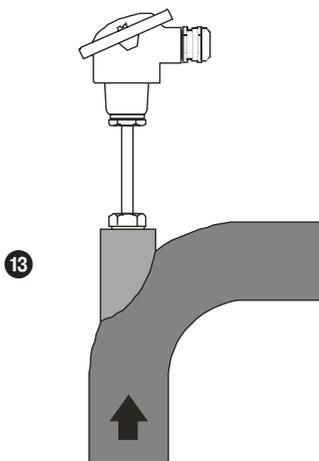
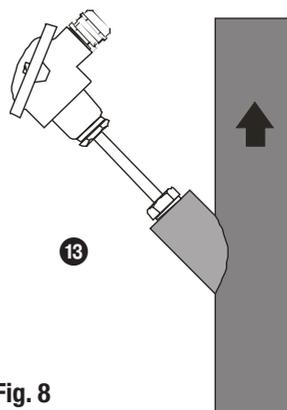

Fig. 7
Fig. 8
- Durante el montaje de la sonda térmica en tuberías, suelde la pieza angular 13. De esta forma se garantiza que la parte sensible a la temperatura 2, 6 de la sonda térmica se sumerja en el medio en contra de la dirección de flujo. **Fig. 7 y Fig. 8**